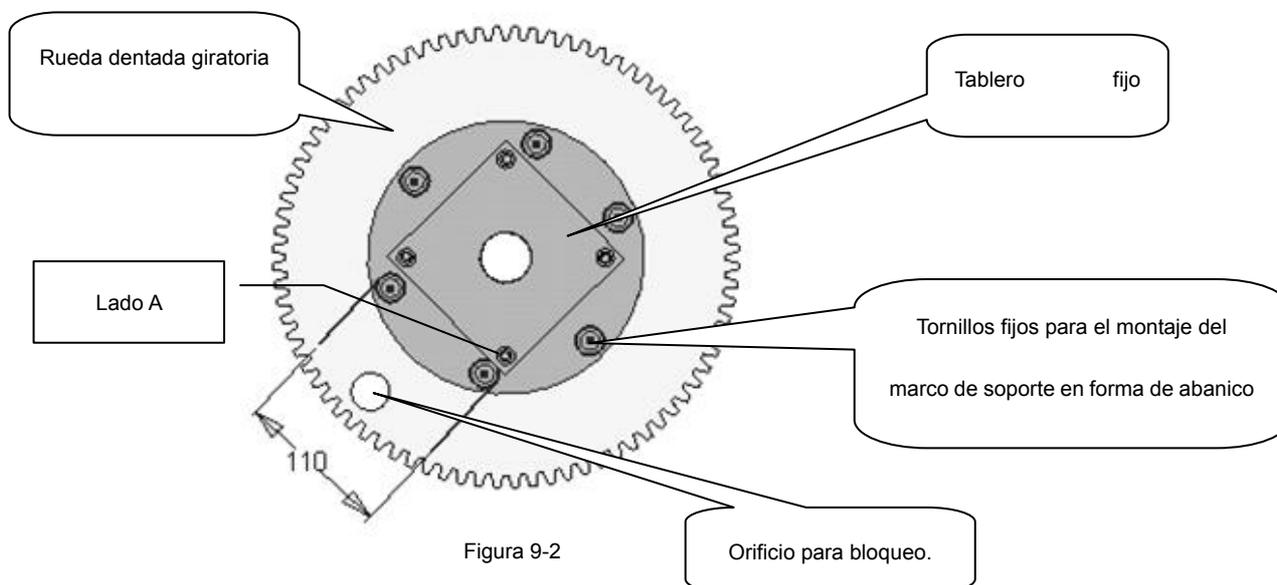

Figura 9-2
- (c) puede diferenciar y confirmar los tornillos mencionados anteriormente midiendo el tamaño de B (B = 110 mm). Consulte la Figura 9-2.